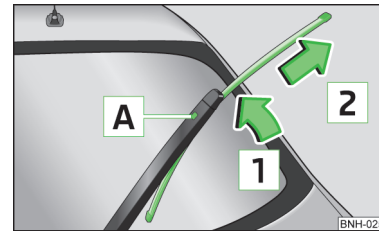

Abb. 162
- › Den Scheibenwischerarm von der Heckscheibe anheben und das Scheibenwischerblatt geringfügig in Richtung Scheibenwischerarm, Pfeil **1** » Abb. 162 kippen.